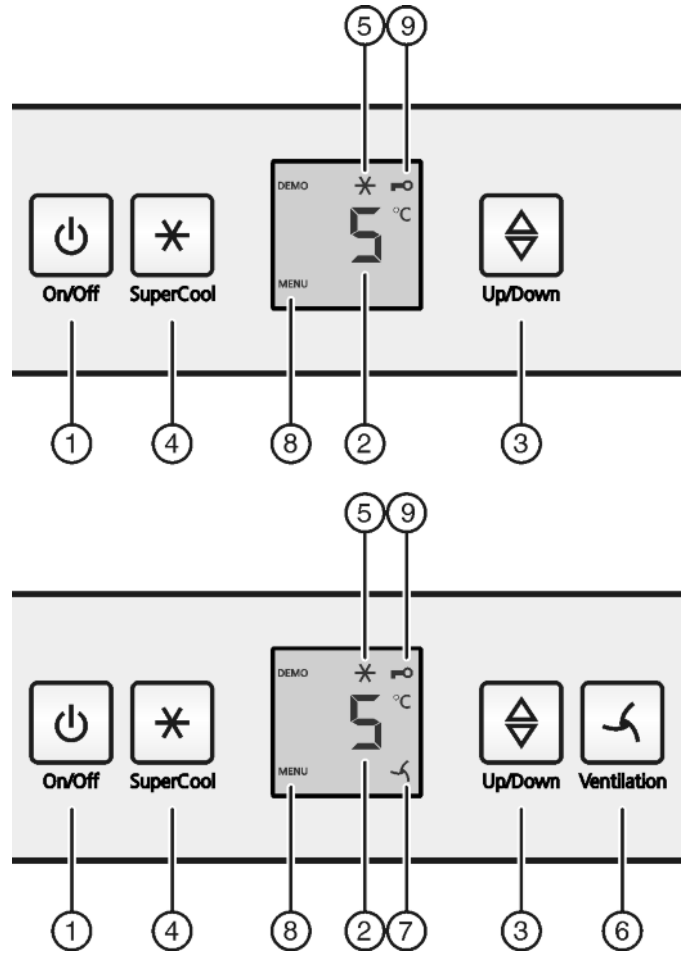

Fig. 2
- Açma/Kapama düğmesine Fig. 2 (1) basın.
- ▶ SuperCool düğmesini *Fig. 2 (4)* yaklaşık 5 saniye boyunca basılı tutun.
- ▷ Göstergede Menü simgesi *Fig. 2 (8)* gösterilir.
- ▶ SuperCool düğmesiyle *Fig. 2 (4)* kısaca onaylayın.
- ▷ Göstergede Çocuk kilidi simgesi *Fig. 2 (9)* yanar.
- ▶ Kısaca Açma/Kapama düğmesine *Fig. 2 (1)* basın.
- ▶ Sıcaklık işlevini açın: Ayarlama düğmesine *Fig. 2 (3)* basın.
- ▶ Sıcaklığı 1 °C kademelerle değiştirme: Ayarlama düğmesine *Fig. 2 (3)* sıcaklık göstergesinde istediğiniz sıcaklık yanana kadar basın.
- ▶ SuperCool düğmesini *Fig. 2 (4)* kısa bir süre için basılı tutun.
- ▷ Göstergede SuperCool simgesi *Fig. 2 (5)* yanar.
- ▷ Göstergede SuperCool simgesi *Fig. 2 (5)* söner.
- ▶ Havalandırma düğmesine *Fig. 2 (6)* kısaca basın.
- ▷ Havalandırma simgesi *Fig. 2 (7)* yanar.
- ▷ Havalandırma simgesi *Fig. 2 (7)* söner.